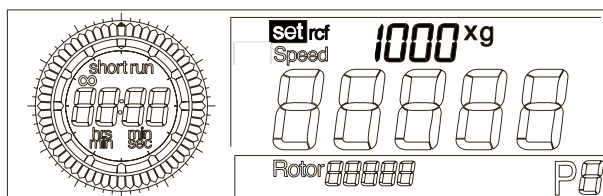

Fig. 5.13:
- Tournez le bouton rotatif gauche jusqu'à ce que « set » s'affiche devant le paramètre « rcf » (FCR) (Fig. 5.13).